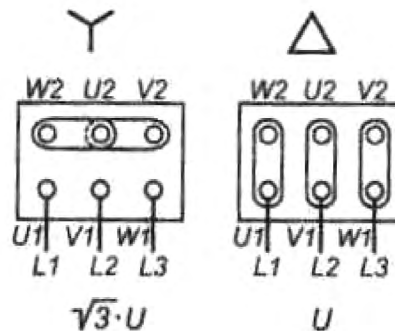

Рис. 2. Подключение электродвигателя
1. Подключите двигатель согласно рис. 2.
- в клеммной коробке двигателя или в электрической панели управления поменяйте положение двух или трех проводов силового кабеля (согласно рис. 2).